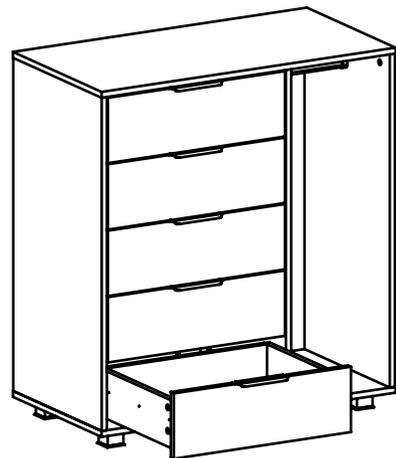

Рис.11
10. Установите ящики в корпус шкафа комбинированного (Рис. 11).